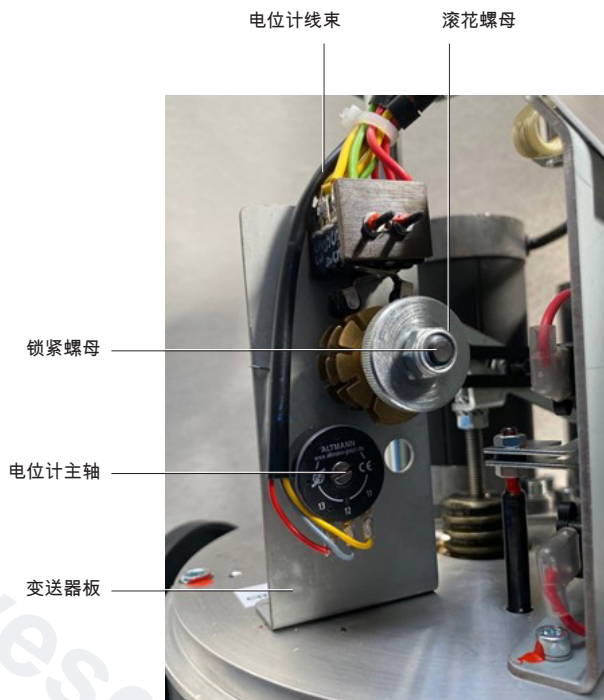

图13. 电位计安装和调整 (8 kN+)
- 关于产品组装定位，请参考图13《电位计安装和调整 ( 8 kN+ ) 》